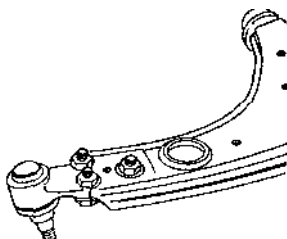

Рис. 5.11.
- закрепить новую шаровую опору на рычаге подвески тремя болтами с гайками (расположить гайки снизу рычага) (рис. 5.11). Гайки затянуть с рекомендуемым усилием;